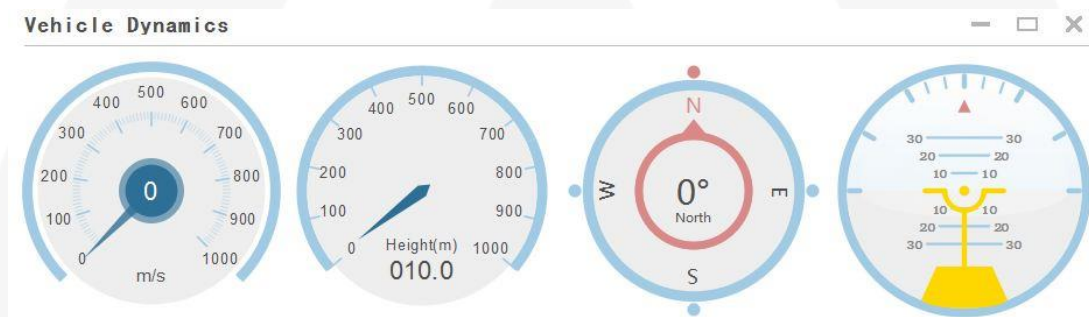

Рисунок 3-24 – Окно с отображением параметров динамики движения объекта
5. Динамика объекта: открывает окно с отображением параметров динамики движения объекта (Рисунок 3-24).